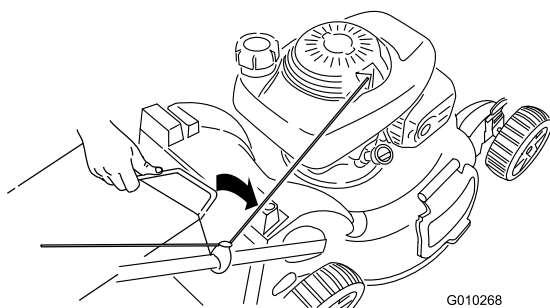

**Figura 26**
2. Pase la cuerda del arrancador alrededor de la guía de cuerda inferior (Figura 26).